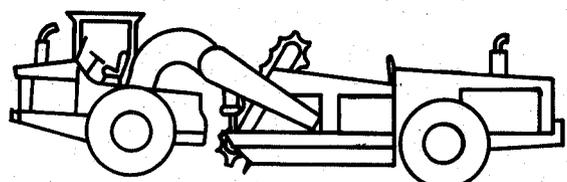

**Figure 6 – Trois essieux**
5.1.3.2 Trois essieux (voir figure 6)